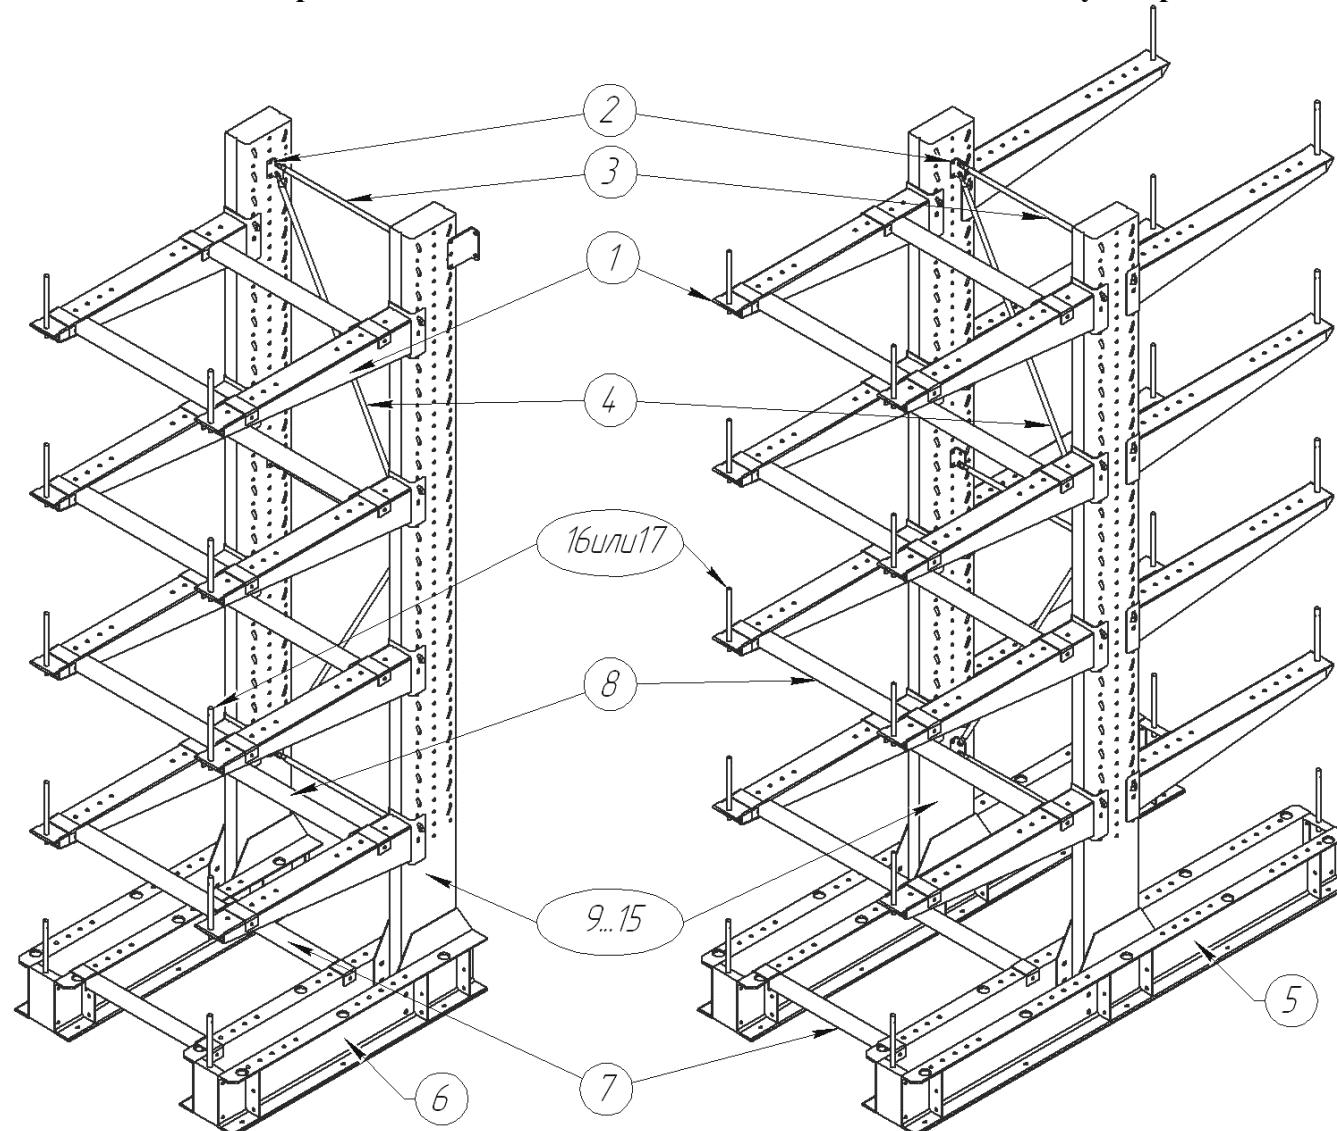

Рисунок 2
Стеллаж консольный 0,5т САИН.538.00.000 одно - или двухстороннего использования (рисунок 2) ГОСТ 16140-77 предназначен для размещения на нем длинномерных грузов (профиля, рейки, сортовой прокат и других объемных материалов).
8. Установить на стойки консоли поз. 1 (таблица 1), при помощи фиксатора входящего в комплект консоли (установить в фиксатор шплинты 5×45) и крепежа болт M14×190, гайка M14, двух шайб 14 (рисунок 9). Консоли крепятся с одной стороны на одностороннем, соответственно с двух сторон на двухстороннем (рисунок 2).